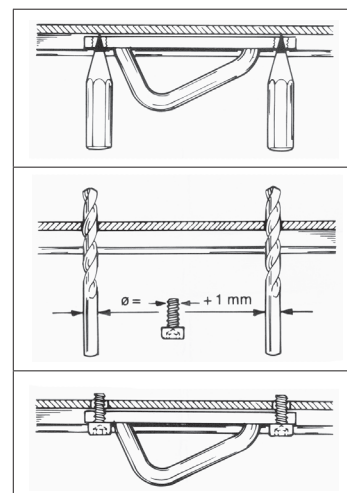

Fig. 3
9. Montez la ferrure de bôme de manière permanente, cf figure 3.